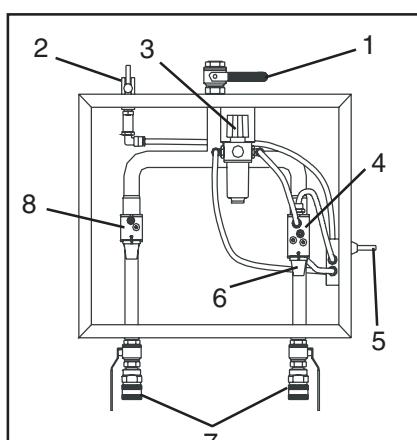

Fig. 8
**S3000 D, S3000 DU, S3100 D, S3100 DU** (fig. 8, sans User Pack\*).